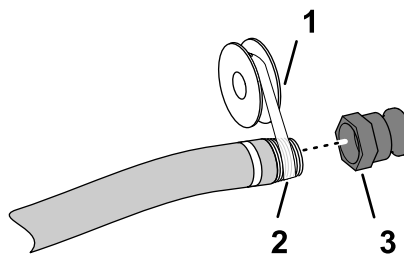

Figura 4
5. Aplicați material de etanare a filetelor PTFE (Figura 4) pe fileturile fittingului furtunului de umplere (1 inch – filet normal pentru evi).
6. Înfiletați cuplajul cu deconectare rapidă în furtunul de umplere i strângeți-l manual (Figura 4).